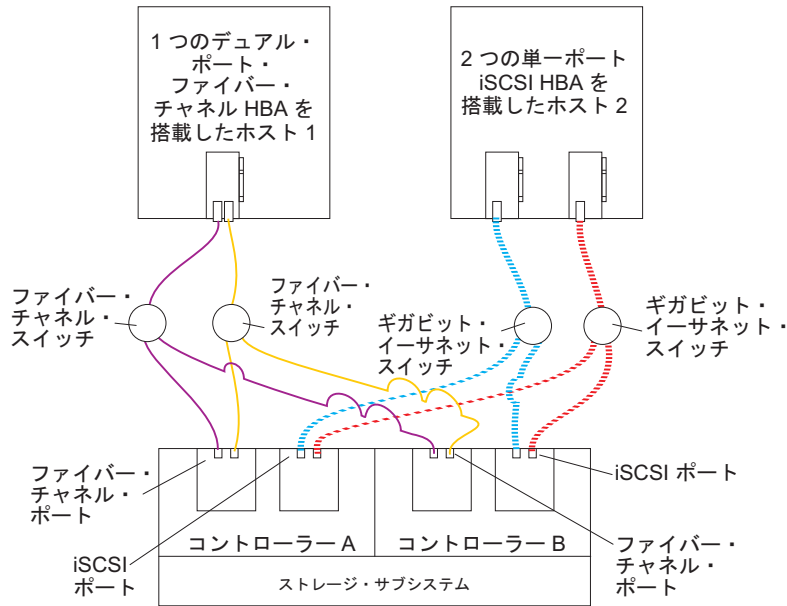

図 64. 複数ホスト、複数ポート、複数スイッチ構成の例
- 複数ホスト、複数ポート、複数スイッチ構成 (106 ページの図 64)
106 ページの図 64 に、複数ホスト、複数ポート、複数スイッチ構成の例を示します。